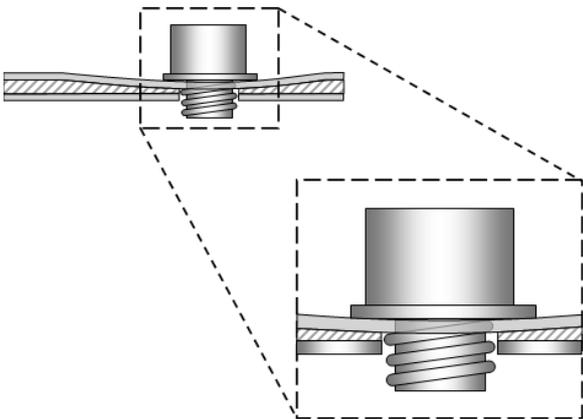
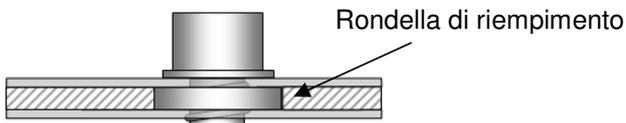

Fig. 12
Fig.13
Inoltre se in corrispondenza dei fori c'è una doppia lamiera interna con eccessivo interstizio, al fine di evitare la pericolosa deformazione della lamiera che si manifesta con il ritiro della lamiera esterna del portellone e la conseguente visibile ammaccatura (fig.12), nel caso in cui non sia possibile un'altra posizione del lucchetto (dove non ci sono appunto doppie lamiere) e nel caso in cui non si possa distanziare la lamiera interna piegandola, si consiglia per il fissaggio dei perni di utilizzare una delle due soluzioni sotto rappresentate: (A) rondella di spessoramento (non in dotazione) applicata dall'interno e posizionata tra le due lamiere (fig.13) o (B) distanziale (non in dotazione) applicato esternamente in una lamatura praticata nella lamiera. La lamatura deve essere di un diametro che non ecceda l'ingombro massimo della corazza, affinché la stessa possa nascondere il foro lamato (fig.14).